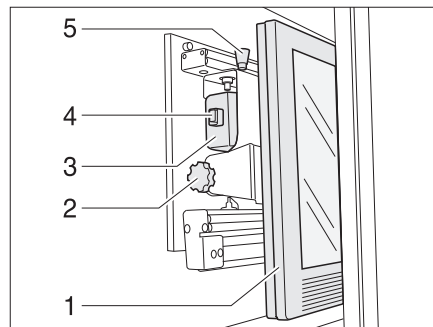

Fig. 131 Mobiletto porta TV
- Premere il bottone di sbloccaggio (Fig. 131,5) e tirare in avanti il supporto per lo schermo piatto per l'impugnatura (Fig. 131,4) fino all'arresto.
- Tirare il bottone di sbloccaggio (Fig. 131,1) e inclinare lo schermo piatto (Fig. 131,2) nella posizione desiderata.
- Svitare la vite a testa cilindrica zigrinata (Fig. 131,3).